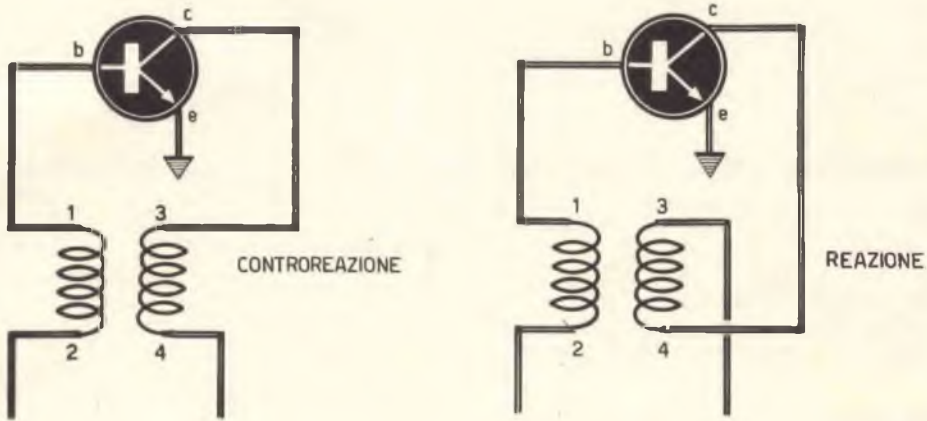

Fig. 6
- 3 — Le due bobine L1 ed L2 debbono essere accoppiate nel senso della reazione e non in quello della controreazione. Nel primo caso, infatti, si tratta di reazione positiva, nel secondo caso si tratta di reazione negativa (fig. 6).